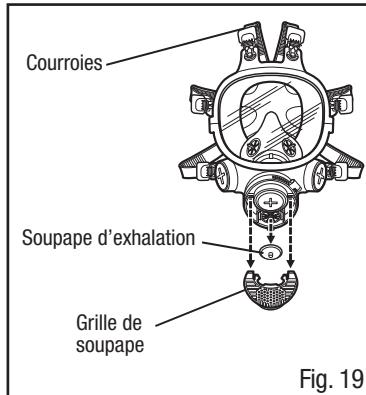

Fig. 19
5. Remplacer la soupape au besoin. Fixer le couvercle de la soupape avant l'utilisation (Fig. 19). Examiner la lentille pour déceler les signes de fissures ou d'autres dommages. Remplacer au besoin.